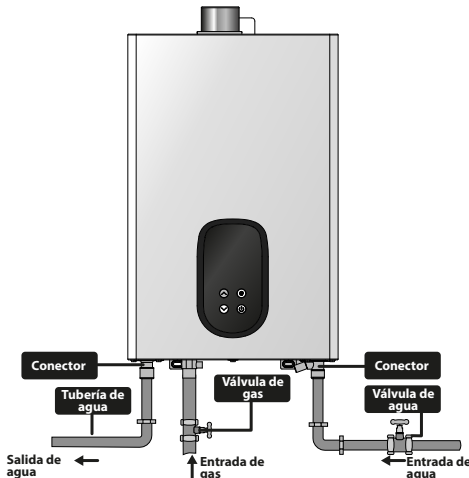

Figura 5.
- La tubería de alimentación del gas deberá tener una llave de paso, entre 10 o 20 cm del extremo inferior del calentador, para interrumpir el suministro de gas de manera rápida y segura el flujo de gas al calentador. Este deberá estar accesible para su manejo. (Ver figura 5).